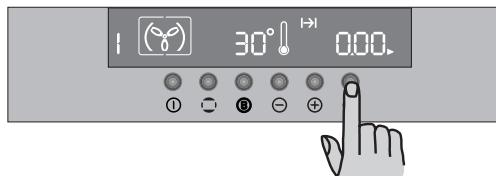

Рис. 12
- 2) Нажмите клавишу  , чтобы выбрать функцию «время приготовления» (Рис. 12). Начнет мигать символ «времени приготовления»  , а на дисплее панели управления появится величина “0.00”.